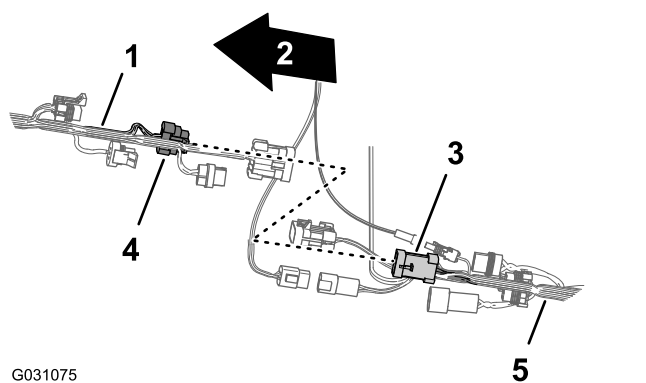

Рисунок 89
3. Вставьте 8-штыревой разъем переднего жгута проводов для промежуточного соединения жгута проводов опрыскивателя в 8-гнездовой разъем заднего жгута проводов для переключателя интенсивности опрыскивания (Рисунок 89).